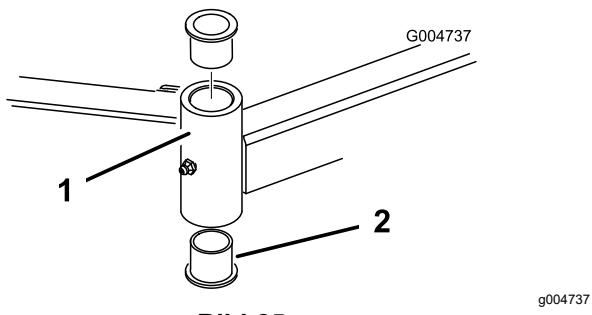

Bild 25
4. Stecken Sie einen Dorn oben oder unten in das Befestigungsrohr und treiben die Büchsen heraus (Bild 25).